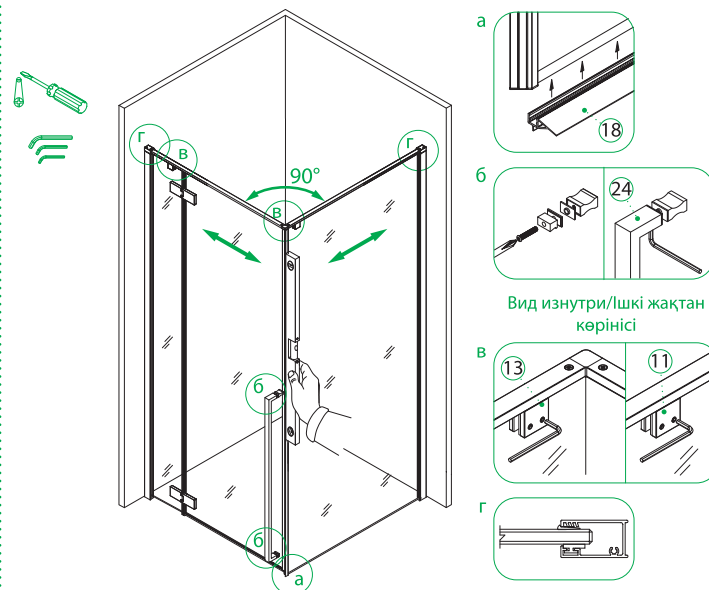

Рис. 13/13-сур.
- Установите нижний уплотнитель двери PVC (№18, рис. 13-а). Закрепите дверную ручку (№24, рис. 13-б). Выровняйте закаленные стекла с помощью уровня (рис. 13) таким образом, чтобы магнитные уплотнители плотно прилегли друг к другу, образовываясь ровный угол и все грани были под прямым углом — после чего сначала крепко зафиксируйте верхние держатели стекла (рис. 13-в), а после плотно закрепите уплотнители EVA в пристенные профили (рис. 13-г).